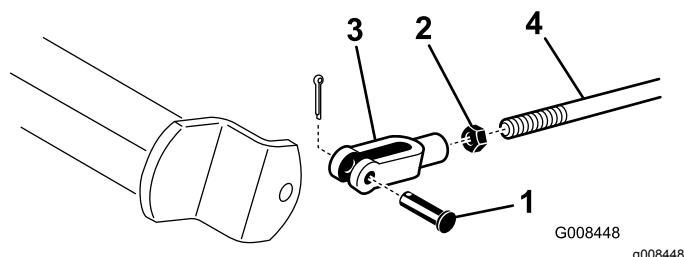

Figura 47
2. Si los frenos no se bloquean en la misma medida, desconecte las varillas de los frenos retirando el pasador y la chaveta (Figura 47).
3. Afloje la contratuerca y ajuste la horquilla (Figura 47).
4. Monte la horquilla en el eje del freno (Figura 47).